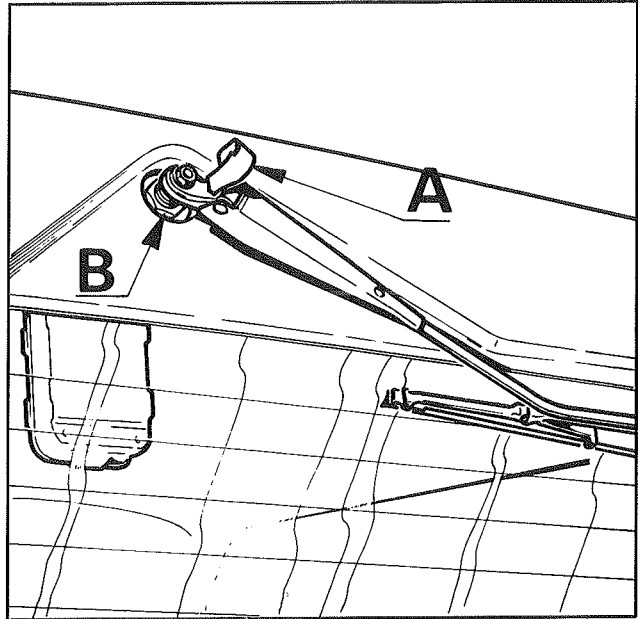

Fig. 1
- Déposer l'écrou de fixation de l'axe (B) (fig. 1).